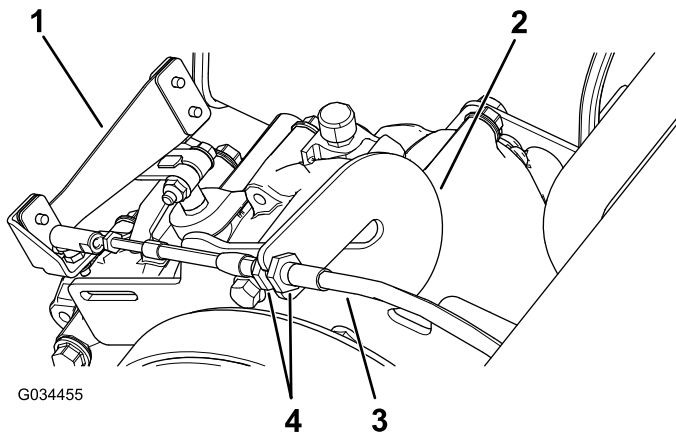

Figura 59
1. Afloje las contratueras del cable del cambio de marchas y ajústelas según sea necesario (Figura 59).
2. Compruebe la posición del cambio de marchas girando el selector de marchas a las 3 posiciones diferentes y compruebe si la palanca de cambios (Figura 59) se desplaza correctamente al cambiar de marcha; consulte Palanca de cambios e indicador del cambio de marchas (página 12).